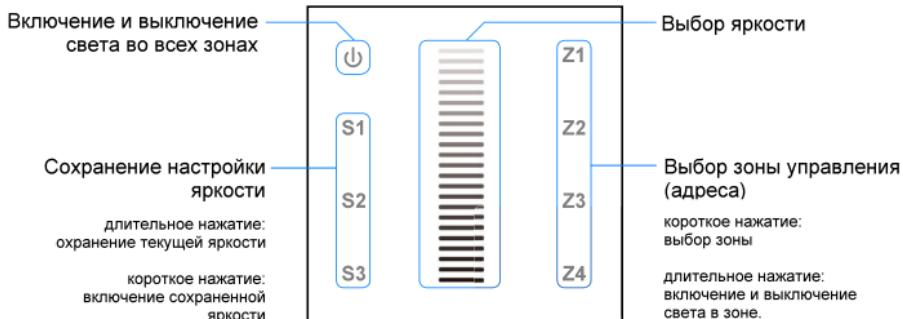

Рис.5. Назначение сенсорных кнопок управления.
3.9. Включите питание и проверьте работу панели. Назначение кнопок управления показано на Рис.5.